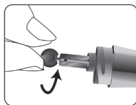

Figura 24
PASO 3: Sostenga el protector de la aguja de la lanceta y desenrózquelo suavemente de la lanceta. Ver figura 24.